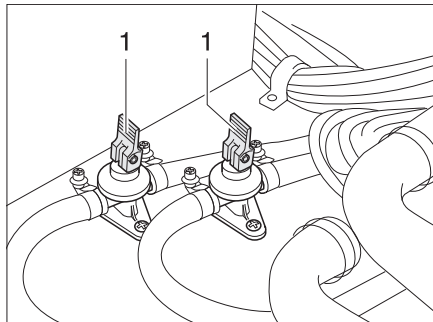

Fig. 124 Robinets de vidange
- Fermer les robinets de vidange. Placer les leviers à bascule (Fig. 124,1) en position horizontale.
- Ouvrir les robinets de vidange (Fig. 124). Pour cela, placer les leviers à bascule (Fig. 124,1) en position verticale. Le chauffe-eau est vidé à l'extérieur par le biais des robinets de vidange.